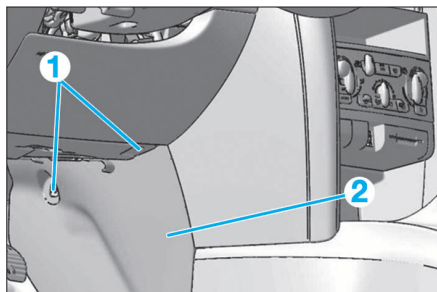

FIG. 10
- Déposer les agrafes (1), puis extraire le cache (2) (Fig.10).